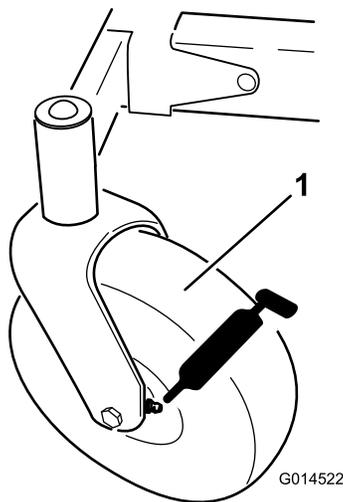
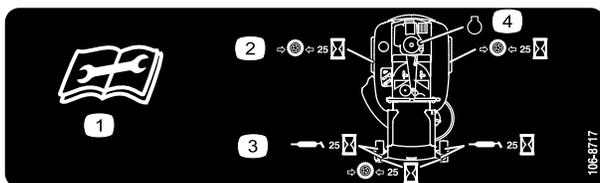

Figura 24
Figura 25
3. Limpie con un trapo los puntos de engrase (Figura 24 y Figura 25). Asegúrese de rascar cualquier pintura que hubiera sobre los puntos de engrase.
4. Conecte una pistola de engrasar a cada punto de engrase (Figura 24 y Figura 25). Bombear grasa hasta que empiece a rezumar grasa de los cojinetes.